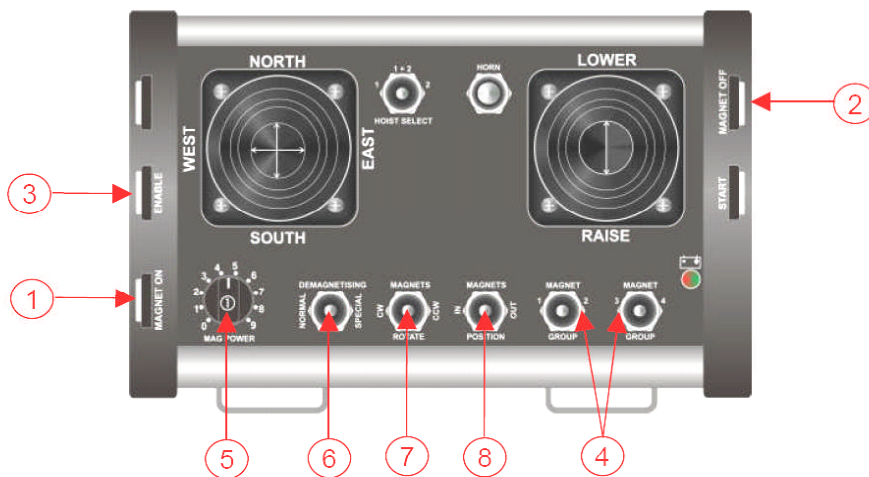

Figure 1: Typische Fernbedienung für Magnet- und Krananlage
Die Basis für die Bedienung eines Magneten kann eine einfache EIN / AUS-Funktion auf der Bedienstation des Kranführers reduziert werden. Zur Minimierung der Gefahr eines zufälligen Ausschaltens der Steuerung und damit Abschalten des Magnetes implementiert TRUNINGER immer eine Zweihandbedienung in den Bediengeräten. Erforderlich ist damit das gleichzeitige Drücken von zwei getrennten Tasten: FREIGABE und AUS (siehe Drucktasten 3 & 2 in Abbildung 1). Sie befinden sich aus auf den gegenüberliegenden Seiten der Funkfernsteuerung. Bei Anlagen mit mehreren Magnetgruppen können Sie zudem wählen, ob Sie nur eine ausgewählte Magnetgruppe oder alle Magnetgruppen ein- oder ausschalten wollen (siehe Gruppenschalter 4 in Abbildung 1).
Bei Krananlagen welche vom Hallenboden aus gesteuert werden Magnet- und Krananlage in der Regel in einer einzigen Bedieneinheit integriert, wie es bei der Funkfernbedienung in Abbildung 1 gezeigt wird.
- Durch gemeinsames Drücken der Tasten EIN und Freigabe (Tasten 1 und 3 in Abbildung 1) werden die Magnete auf die vorgewählte Einstellung in der Teillast geschaltet. Die magnetische Hubkraft kann dann durch Drehen des Kraftstufenschalters zusätzlich verändert werden (siehe Wählschalter 5 in Abbildung 1).